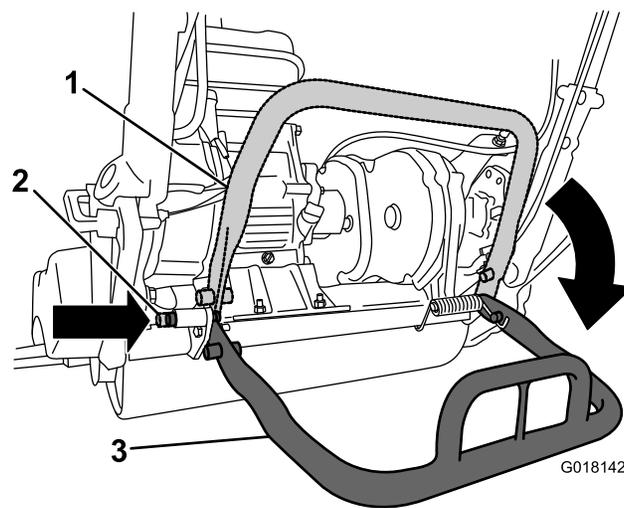

Figura 23
- Para evitar que unidade incline para trás ao remover o cilindro, baixe o apoio e empurre o pino de bloqueio para bloquear o apoio na posição de SERVIÇO (Figura 23).